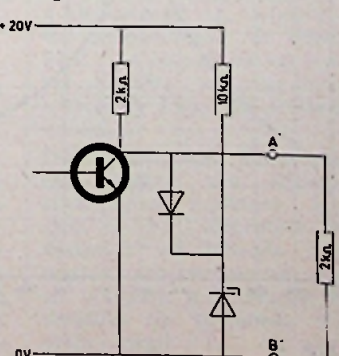

Fig. 10
③ In fig. 10 dient te worden aangenomen dat de transistor